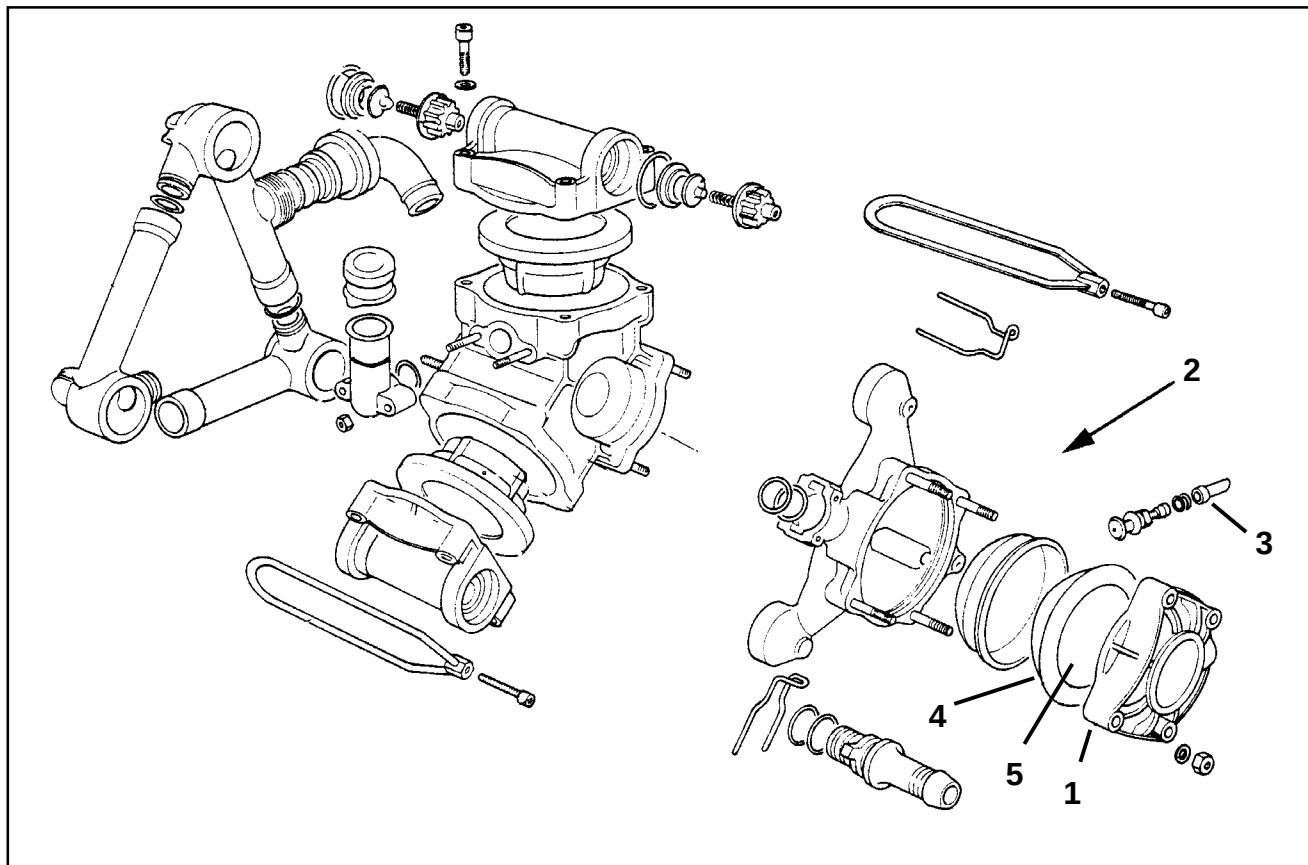

Fig. 9.7
Før dækslet til trykbeholderen (fig. 9.7/1) afmonteres, skal lufttrykket (fig. 9.7/2) tappes af ved ventilen (fig. 9.7/3).
- Dækslet til trykbeholderen (fig. 9.7/1) afmonteres, efter møtrikkerne er løsnet, og membranen (fig. 9.7/2) tages ud.
Ved montering af membranen skal man være opmærksom på, at den ligger nøjagtigt i dens leje og den åbne flade (fig. 9.7/ 5) af den hvælvede membran skal vende mod dækslet til trykbeholderen (fig. 9.7/1).